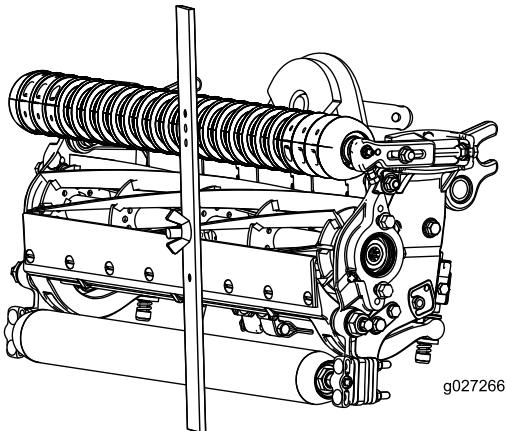

Figure 17
4. Accrochez la tête de la vis sur le bord tranchant de la contre-lame et appuyez l'arrière du gabarit contre le rouleau arrière (Figure 17).
5. Tournez la vis de réglage jusqu'à ce que le rouleau avant touche le gabarit (Figure 17). Réglez les deux extrémités du rouleau jusqu'à ce que celui-ci soit parfaitement parallèle à la contre-lame.